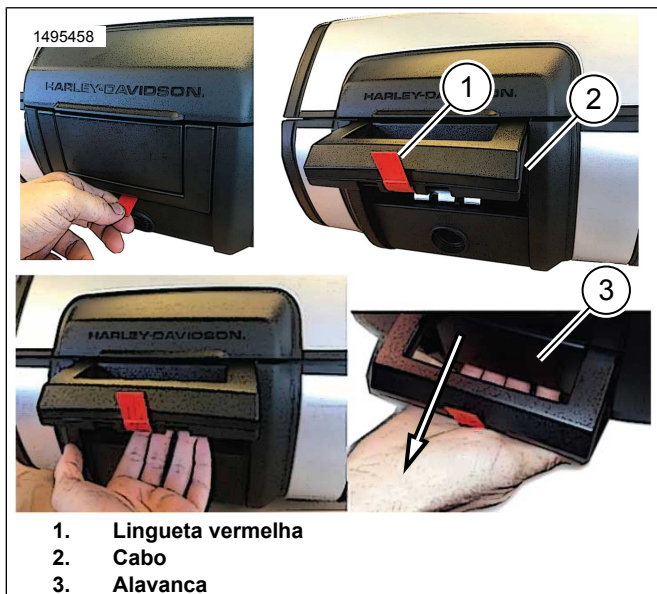
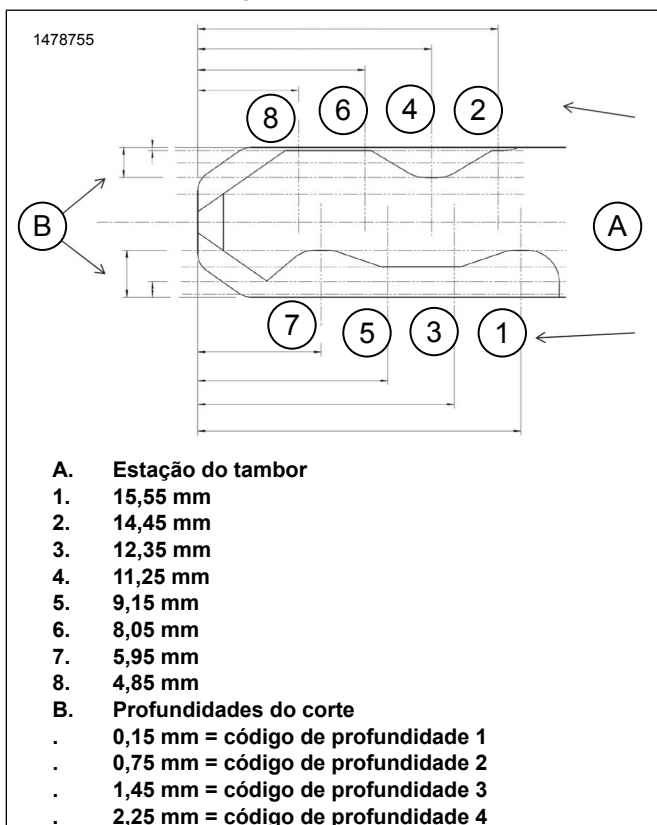

Figura 2. Abra o baú
Figura 3. Diagrama dos códigos de chave
1. Figura 2 Abra o baú e localize o conjunto da fechadura.
- a. Puxe a lingueta vermelha (1) para soltar a alça (2).
- b. Puxe a alavanca (3) abaixo da alça para abrir a tampa.
2. Figura 3 Na chave do veículo Equipamento original (OE), determine a profundidade do corte em cada estação da chave.
4. Tabela 3 Anote os códigos de profundidade da chave da Figura 3 com base nas profundidades do corte medidas.